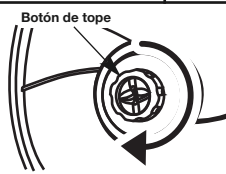

Fig. 19
1. Gire la perilla del topeón a la derecha hasta que toda la línea esté dentro del cabezal cortador (Fig. 19).
3. Lleve a cabo la cubierta del carrete, dé vuelta a la perilla del topeón a la derecha para enrollar la línea alrededor del carrete hasta cerca de 5 pulg. (12.7 cm) está resaltando de cada lado del cabezal el cortador. (Fig. 19)